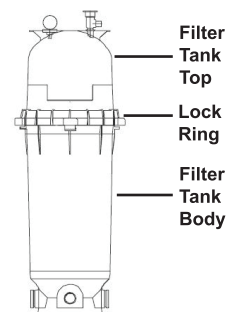

Figure 1.
2. Assurez-vous que le joint torique est en position dans la moitié inférieure du réservoir. Placez le couvercle du filtre sur la moitié inférieure du réservoir en vous assurant qu'il est complètement et fermement placé sur le réservoir. Voir Figure 1.